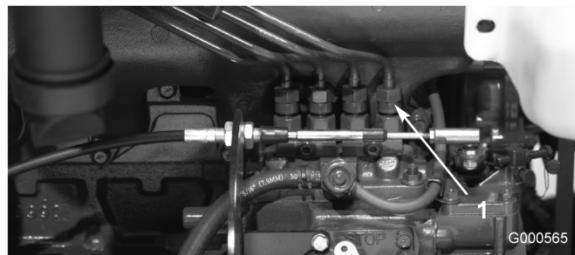

Figura 37
1. Liberte a tubagem que se encontra ligada ao injector nº 1 e à estrutura de suporte da bomba de injecção (Figura 37).